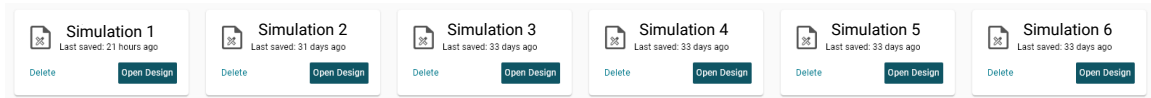

图 2-4. 仿真文件
1. **Search**：该字段允许用户输入保存的设计的名称，保存的设计的平铺显示会自动过滤以匹配输入的文本 (图 2-4)。